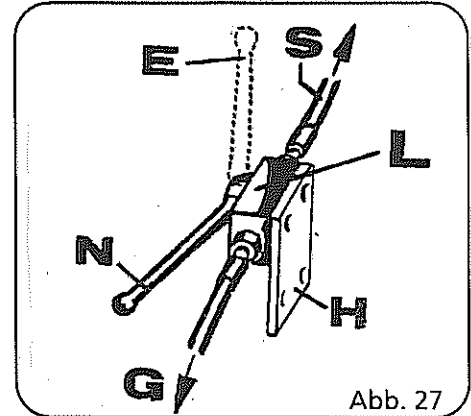

Abb. 27
- Absperrhahn (Abb. 27, Pos. N) öffnen.
Hydraulikstecker abkuppeln und in die Leerkupplung am Dreipunktbock einstecken (Abb. 27).